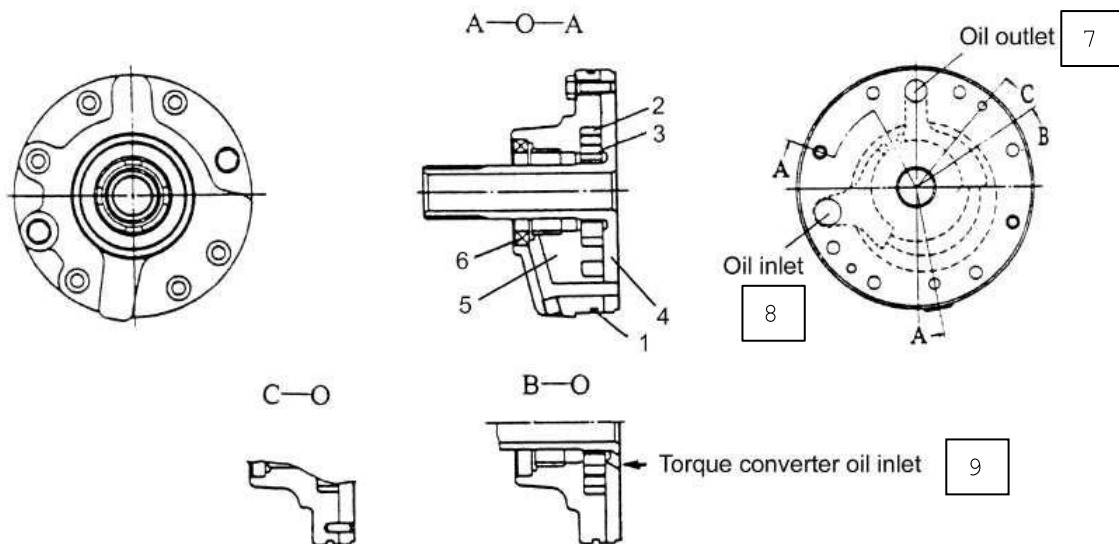

Рис. 5-6. Питающий насос:
5.6. Питающий насос (См. Рис. 5-6).